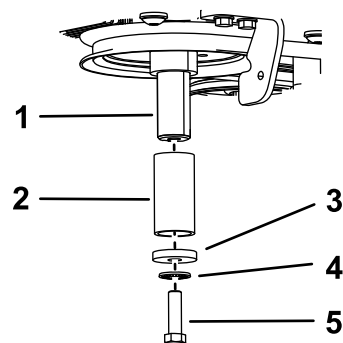

Figura 87
- C. Aplique compuesto antigripante al cigüeñal, y luego instale el perno, la arandela, la arandela de muelle y un espaciador (Pieza Toro N° 136-5411) en el eje (Figura 87).